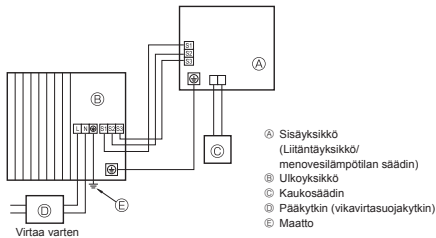
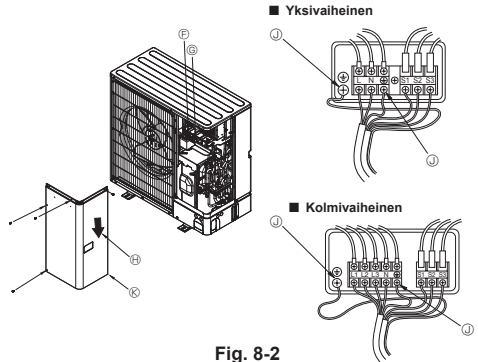

Fig. 8-1
Fig. 8-2
8.1. Ulkoyksikkö (Fig. 8-1, Fig. 8-2)
- ① Irrota huoltopaneeli.
- ② Asenna kaapelit Fig. 8-1 ja 8-2 mukaisesti.